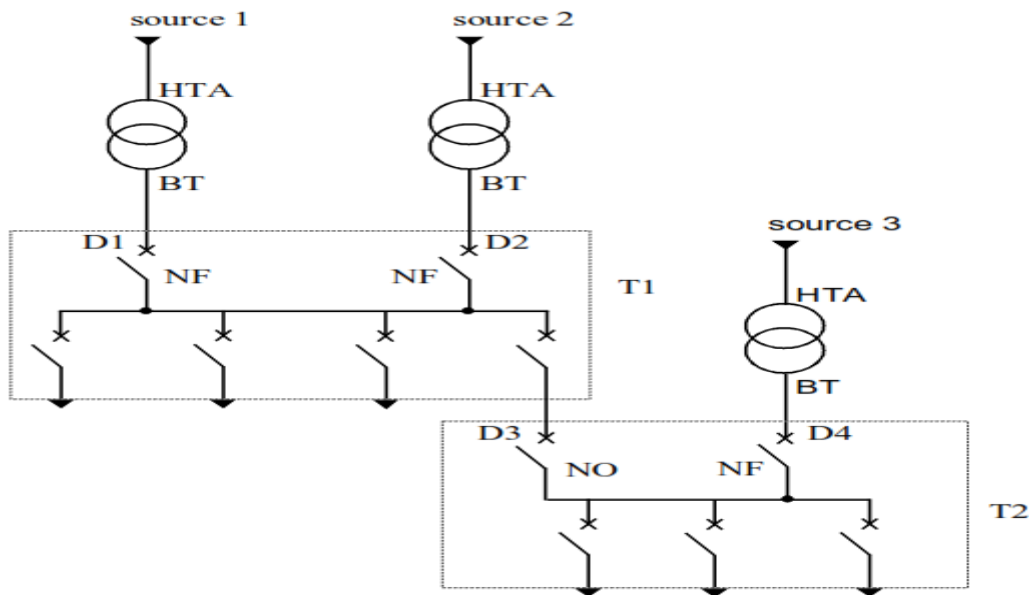

Figure 7 : alimentation des tableaux BT par une double alimentation sans couplage
■ l'alimentation des tableaux BT par une double alimentation sans couplage (voir fig. 7)